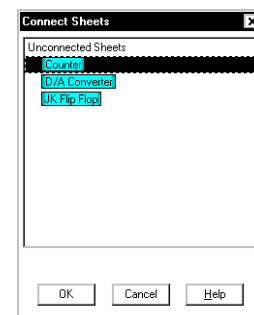

Рис. 2. Выбор подчиненного листа.
5. Выполним команду меню Hierarchy | Connect Sheets | Select Link to Another Sheet. На экране возникнет окно Connect Sheets (рис. 2), в котором отображается список не связанных листов схем нижнего уровня.